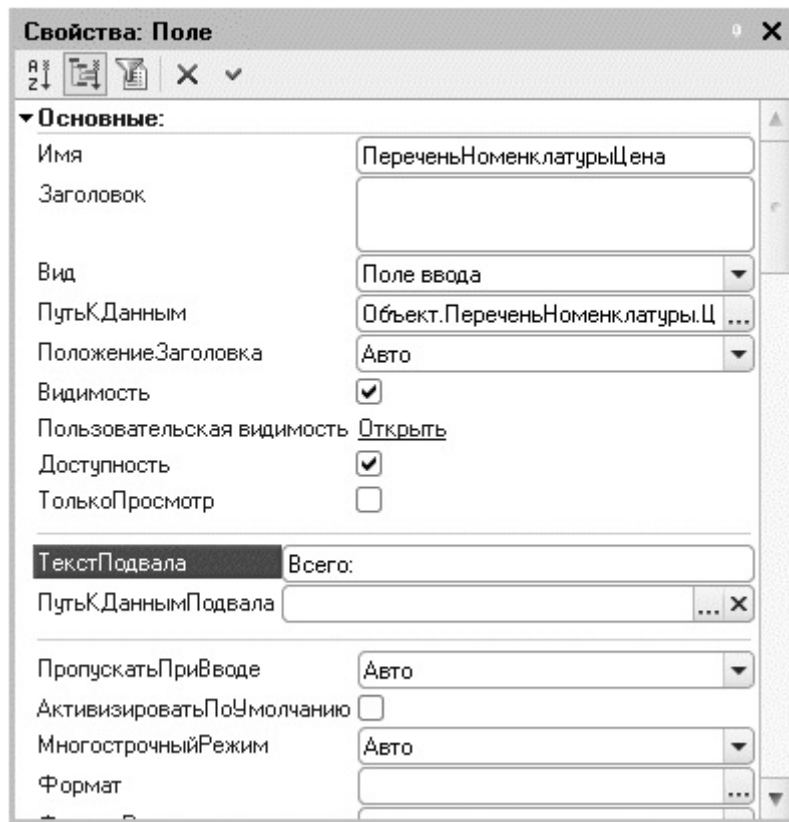

Рис. 8.18. Установка свойств колонки таблицы в подвале
- *Текст подвала* – *Всего*: (рис. 8.18);